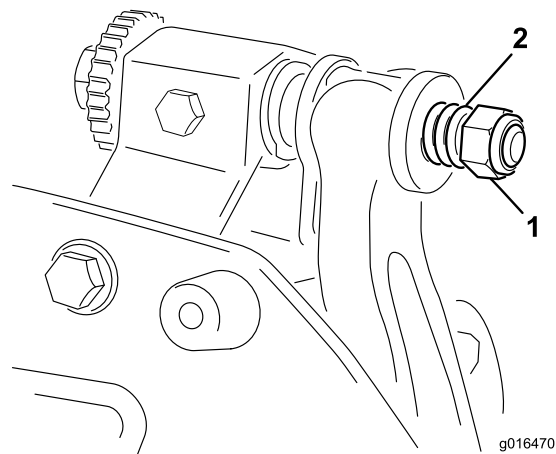

Figura 22
6. Strângeți piulița pentru tensionarea arcului până când arc este pliat, apoi deșurubați-o jumătate de rotație (Figura 22).